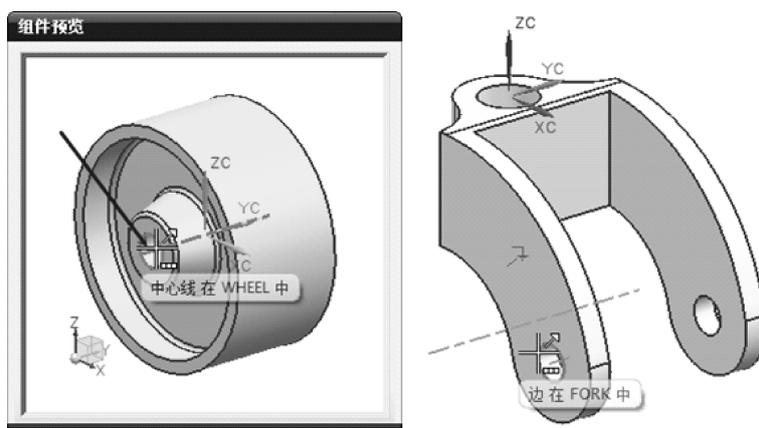

图 8.16 添加【自动判断中心/轴】约束
③ 在【类型】下拉列表中选择【接触对齐】选项，在【要约束的几何体】选项组的【方位】下拉列表中选择【自动判断中心/轴】选项，在“wheel”和“fork”中选择孔，如图 8.16 所示，单击【应用】按钮。